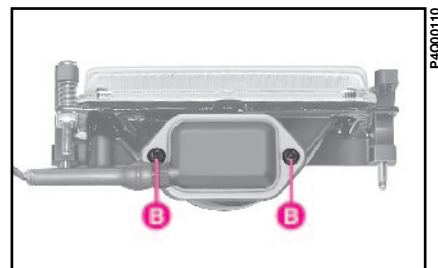

fig. 23
2) dévisser les deux vis **B-fig. 23** et dégager la protection en caoutchouc;